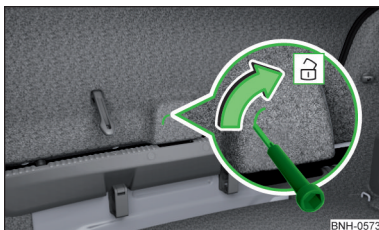

Fig. 251
- › Introduceți în degajarea din capitonajul capotei » fig. 251 o șurubelniță sau o altă unealtă asemănătoare, până la capăt.